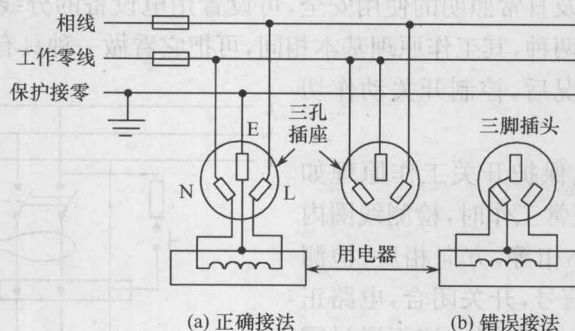

图 1-12 三孔插头座的接法
① 电源线虚焊,造成在运输、使用过程中开焊脱落,搭接在金属件上而同外壳连通。
② 工艺不良,产品本身带隐患。例如,用金属压片固定电源线,压片有尖棱或毛刺,容易在压紧或振动时损坏导线绝缘层。
③ 接线螺钉松动,造成电源线脱落。
④ 设备长期使用不检修,导线绝缘老化开裂,碰到外壳尖角处形成通路。
⑤ 错误接线。有人在更换外壳接保护零线设备的插头、插座时,错误连接,如图 1-12 所示,结果造成外壳直接接到电源火线上(注意:此时设备运行是正常的,不容易引起人们的注意)。